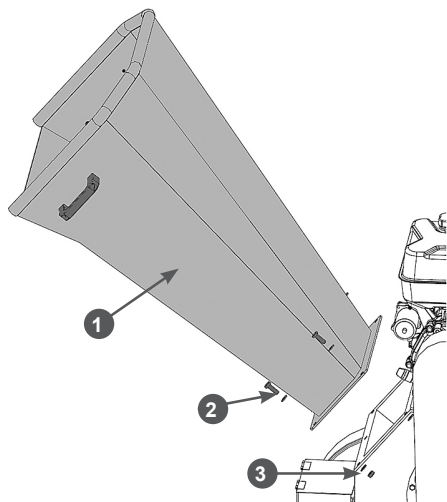

Рис. 11 Установка загрузочной воронки
10. Установите загрузочную воронку на фланец корпуса измельчителя и закрепите её с помощью болтов M10x30, шайб и гаек M10 (Рис. 11). После этого соедините разъемы цепи аварийного выключателя 5 (Рис. 2) зажигания (разъем проводов от выключателя на загрузочной воронке и разъем проводов от двигателя).